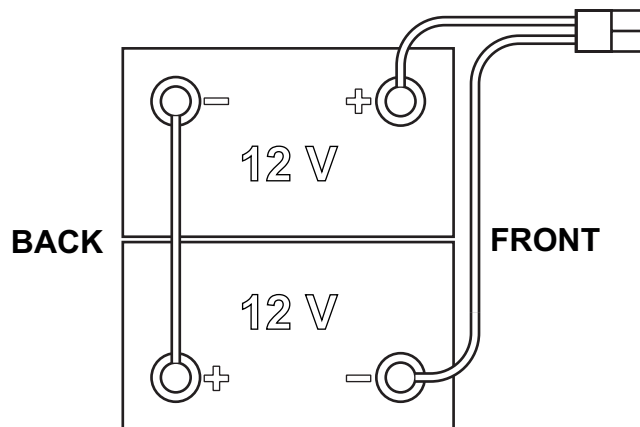

Abbildung 1
Für das Gerät sind zwei 12-V-Batterien erforderlich, die gemäß Anschlussplan in Abbildung 1 anzuschließen sind.
1. Bedienerschlüssel abziehen (41).
2. Die Not-Aus-Taste (5) drücken, um den Batteriesteckverbinder zu trennen.
3. Deckel (18) anheben und überprüfen, ob der Schmutzwassertank (17) leer ist. Gegebenenfalls durch das Ablaufrohr (26) entleeren.
4. Deckel (18) schließen.
5. Die Schmutzwassertank-Baugruppe (17) vorsichtig mit dem Griff (35) anheben.
8. Die Batteriekabel wie im Plan von Abb. 1 gezeigt positionieren und installieren, dann die Mutter auf jeder Batterieklemme sorgfältig festziehen.
9. Die Schutzkappe auf jede Klemme setzen, dann den Batteriesteckverbinder anschließen (6).
10. Die Stützstange (36) entfernen, den Griff (35) fassen und die Baugruppe Schmutzwassertank (17) vorsichtig herablassen.